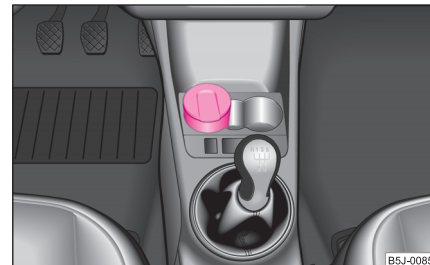

Fig. 65 Consola centrală:
- Scoateți scrumiera ⇒ fig. 65 în sus. Nu țineți scrumiera de capac - pericol de rupere.